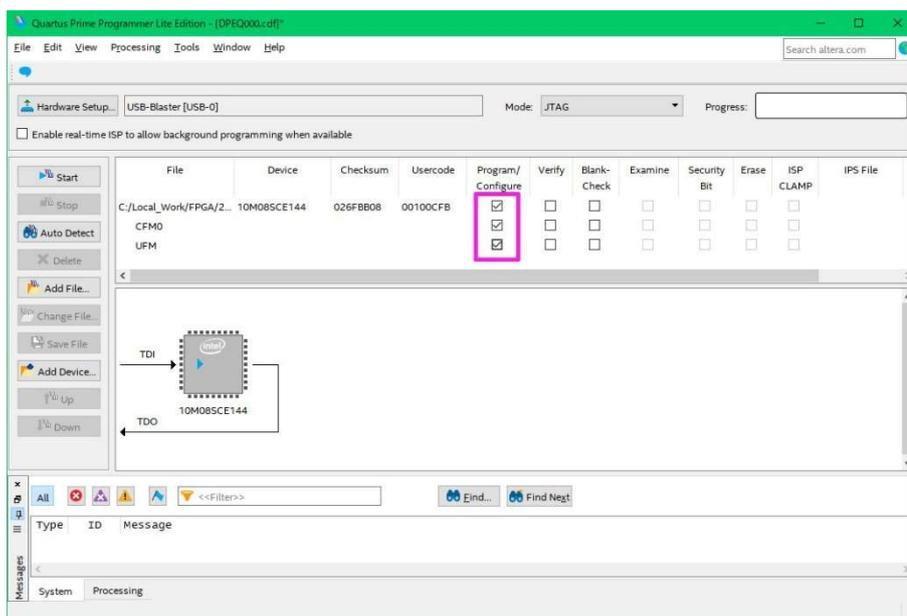

図4. Program/Configure 列にチェックを入れる
⑦左ペインの“Add File…”ボタンを押して、FPGA に書き込むオブジェクトファイル“DPEQxxx.pof”を読み込みます。
⑧中央上ペインの Program/Configure 列にチェックを入れます (図4)。